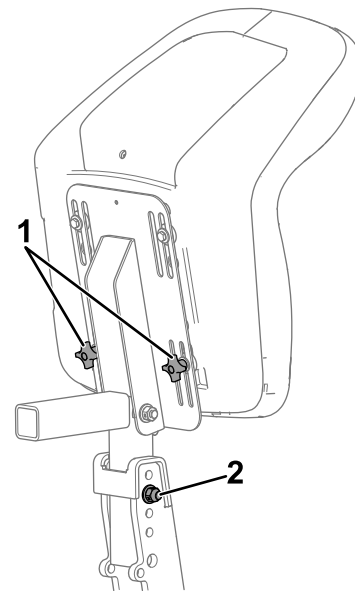

Bild 3
3. Lösen Sie die Knöpfe an der Unterseite des Sitzes (Bild 3), um den Sitz je nach Bedarf nach vorne oder hinten zu schieben.
4. Um die Sitzhöhe einzustellen, entfernen Sie die Sitzeinstellschraube und -mutter vom Sitzunterteil (Bild 3) und heben oder senken Sie den Sitz wie gewünscht.